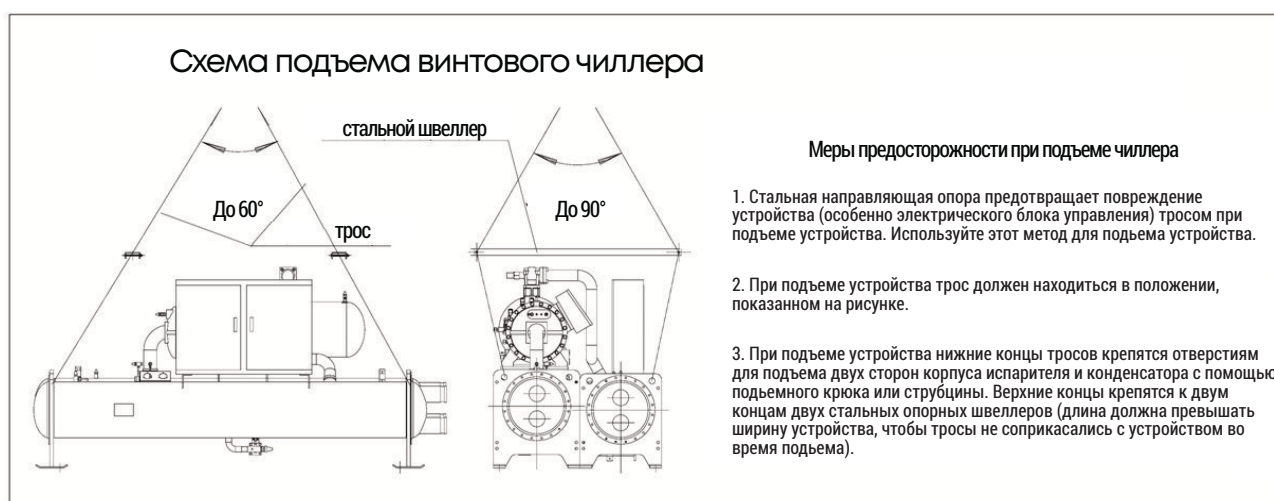

Рисунок 1.3 Схема подъема чиллера
2. Поднимание: При подъеме агрегата необходимо просунуть трос в специальная отверстия для подъема оборудования и равномерно распределить нагрузку, стараясь не повредить части чиллера (рис. 1.3).